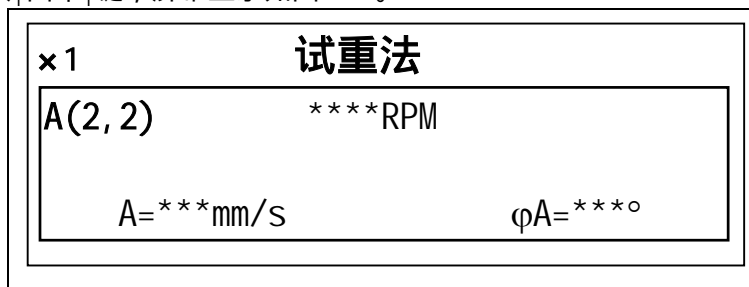

图4-23
按|回车|键，屏幕显示如图4-23。
(9) 在图4-23中，当转速值稳定在动平衡转速，振动值A、角度值φA读数稳定时，按|保持|键锁定读数，屏幕的右上角显示“**”。